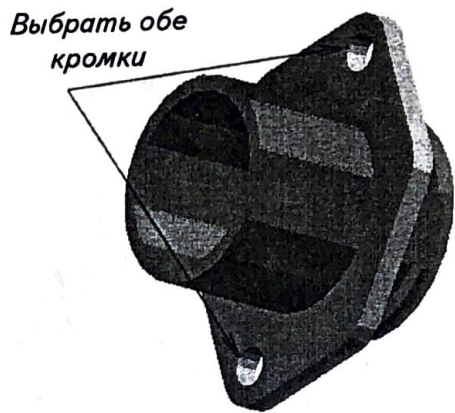

Рис. 15
те галочку в параметре "Переставить сторону для выреза". Нажмите **ОК**. Вы получите деталь, представленную на рис. 15.
29. Заключительный этап - снять фаску на отверстиях (рис. 15).